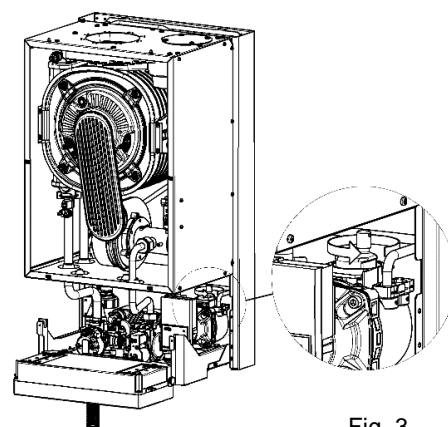

Fig. 3
7. Slăbiți capacul de pe aerisitorul automat al pompei. În scopul de a proteja traductorul de presiune de apă, deschiderea dopului pentru aerisire se face la dreapta (fig. 3).